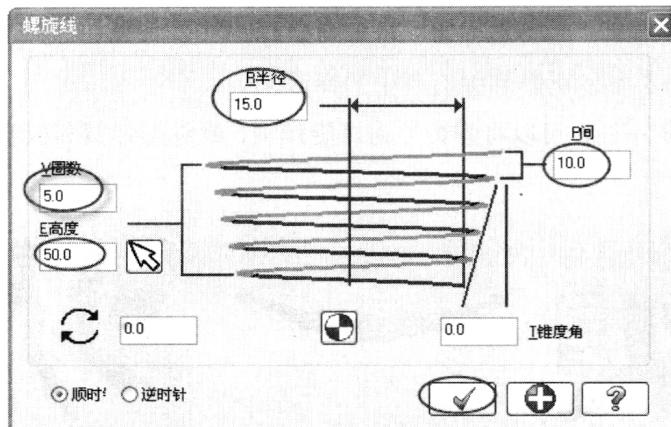
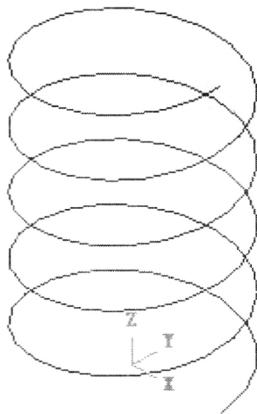

图 1-12 【螺旋线】对话框
图 1-13 螺旋线
- 在菜单栏中选择【绘图】|【绘制螺旋线（锥度）】命令，弹出【螺旋线】对话框，在其中设置螺旋线的参数，如图 1-12 所示。选取坐标系原点作为螺旋线的放置位置点，效果如图 1-13 所示。